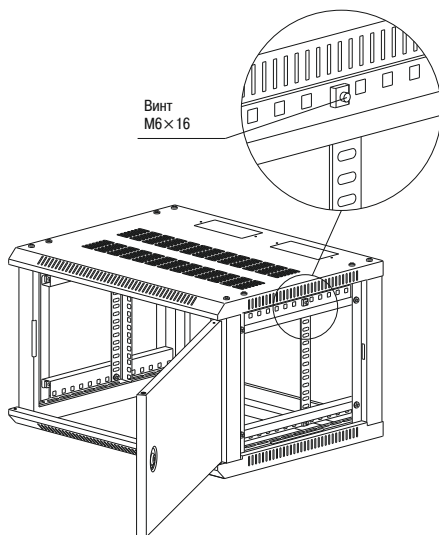

Рисунок 15
4.3.4 Вставьте кузовные гайки в планки на нужной глубине шкафа и закрепите монтажные профили на планках винтами М6×16 (рисунок 15).